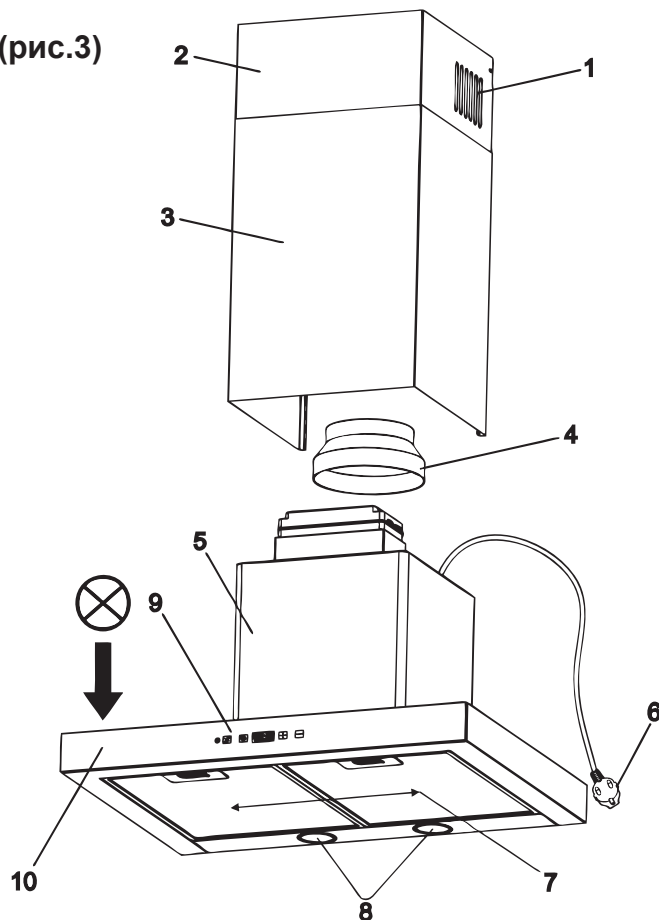

Рис.3
5.3 Витяжка складається з наступних складових частин (рис.3)